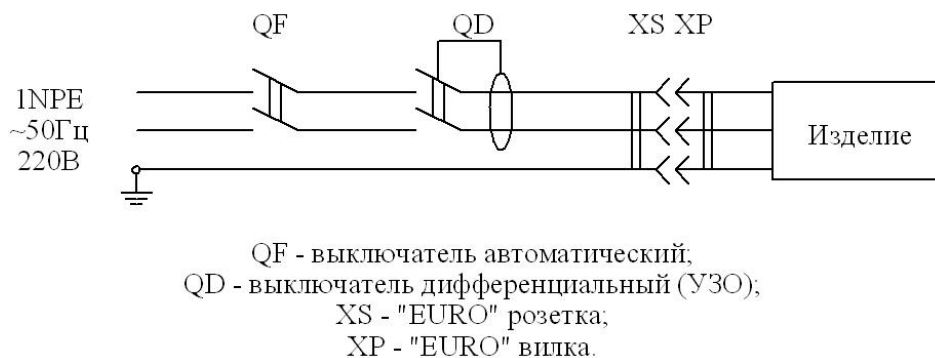

Рис. 1. Схема подключения изделия к электросети
6.4. Изделие должно подключаться к питающей электрической линии (рис. 1) через автоматический выключатель электромагнитной защиты и дифференциальный выключатель (УЗО). Выбор автоматического выключателя производить по большему ближайшему значению уставки срабатывания, а выбор дифференциального выключателя по номинальному току, который должен быть выше номинального тока автоматического выключателя и по номинальному отключающему дифференциальному току равному 30 мА.